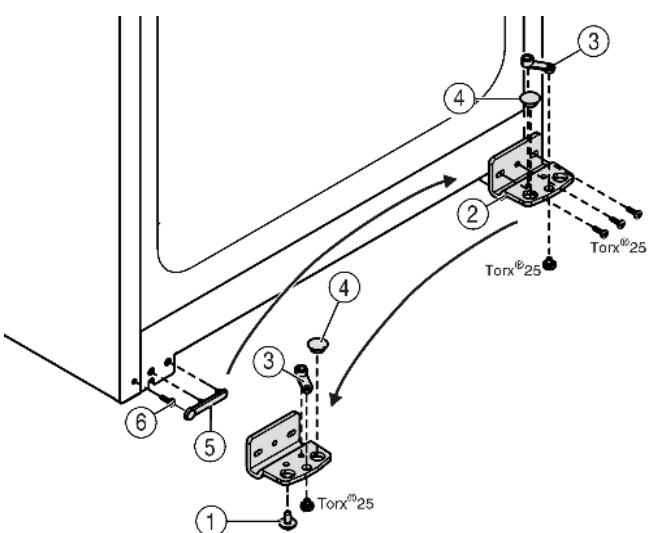

Fig. 5
- Lagerbock Fig. 5 (2) abschrauben.
- Lagerteil Fig. 5 (3) abschrauben und in das gegenüberliegende Aufnahmeloch des Lagerbocks umsetzen, wieder festschrauben.
- Stopfen Fig. 5 (4) aus dem Lagerbock herausnehmen und in das gegenüberliegende Aufnahmeloch des Lagerbocks umsetzen.
- Griffseitige Abdeckung Fig. 5 (5) vorsichtig abheben.
- Schraube Fig. 5 (6) herausdrehen und auf der Gegenseite wieder einsetzen.
- Abdeckung Fig. 5 (5) wieder aufsetzen.
- Lagerbock Fig. 5 (2) auf der neuen Scharnierseite **fest (mit 4 Nm)** ggf. mit Hilfe eines Akkuschraubers wieder festschrauben.